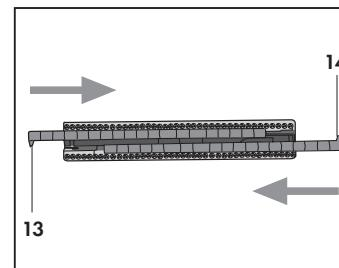

Fig. 16
Pour monter les éléments intercalaires rigides (12) pour moquettes et Tapis sur le châssis-brosse, les introduire dans les rails prévus à cet effet avec les languettes (13 et 14) orientées vers l'intérieur. (Fig. 16).
- Châssis avec éléments intercalaires rigides (12), pour moquettes et tapis. (**Fig.16**)